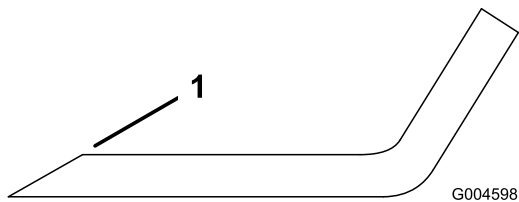

Figura 37
1. Utilice una lima para afilar el filo de corte en ambos extremos de la cuchilla (Figura 37). Mantenga el ángulo original. La cuchilla permanece equilibrada si se retira la misma cantidad de material de ambos filos de corte.